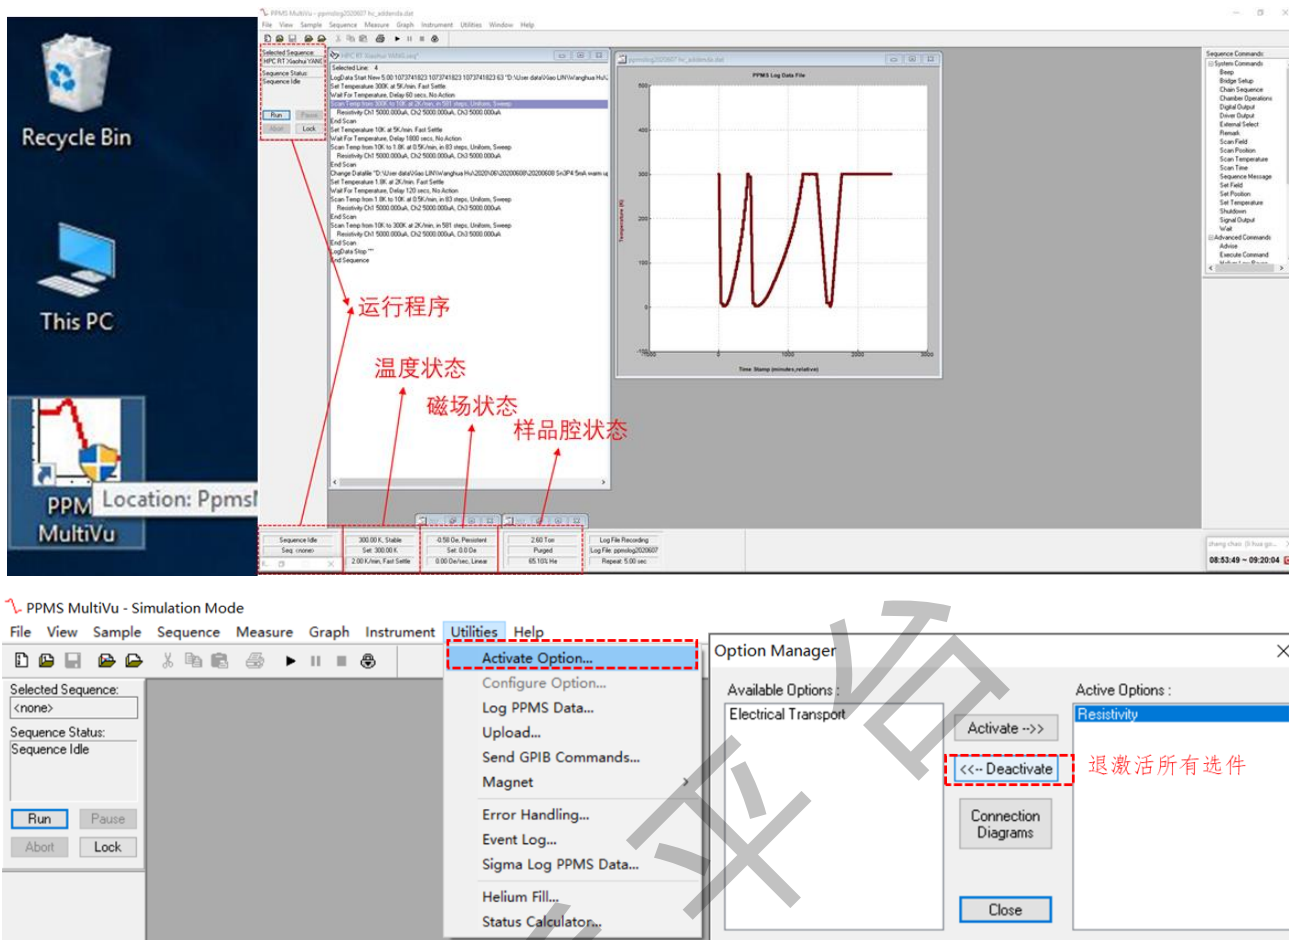

图 6.7 软件的使用及开腔前的系统检查，退激活所有选项。
1) 测试完成后，双击样品腔状态区域，如图 6.7 所示，在弹出的对话框中点击 ‘Vent Cont.’，状态变为 ‘Venting’ 后，按照 ‘6.6.3 开腔进样’ 顺序将样品取出，放入隔热串并关闭样品腔；